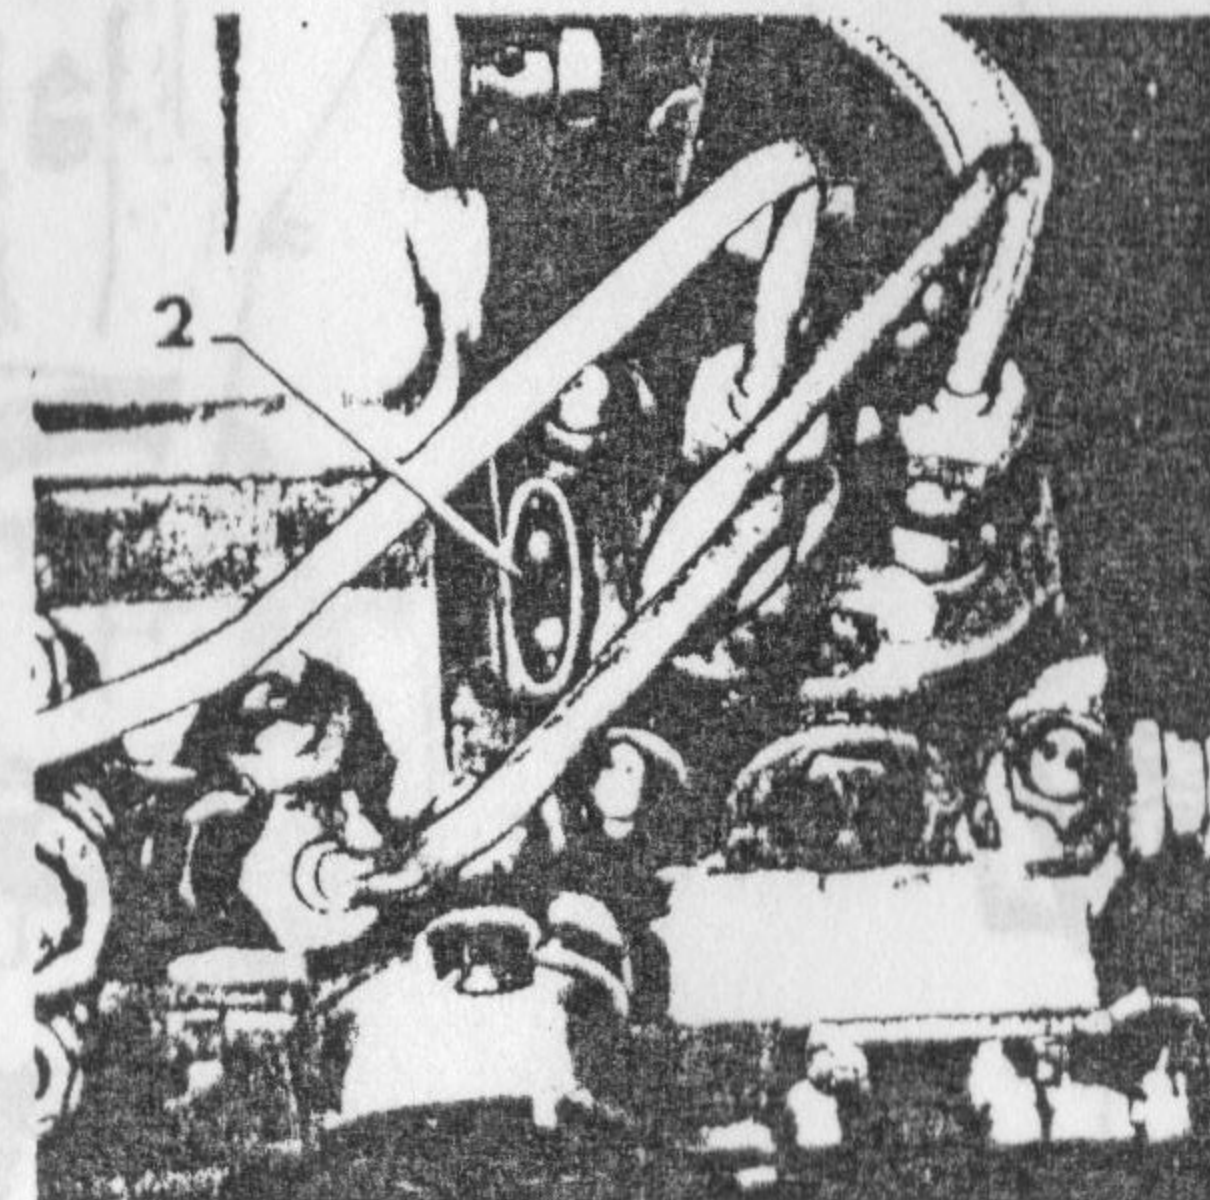

Fig. A 4
2.2. Pompe à injection (fig. A 4)
2.2. Injection Pump (fig. A 4)